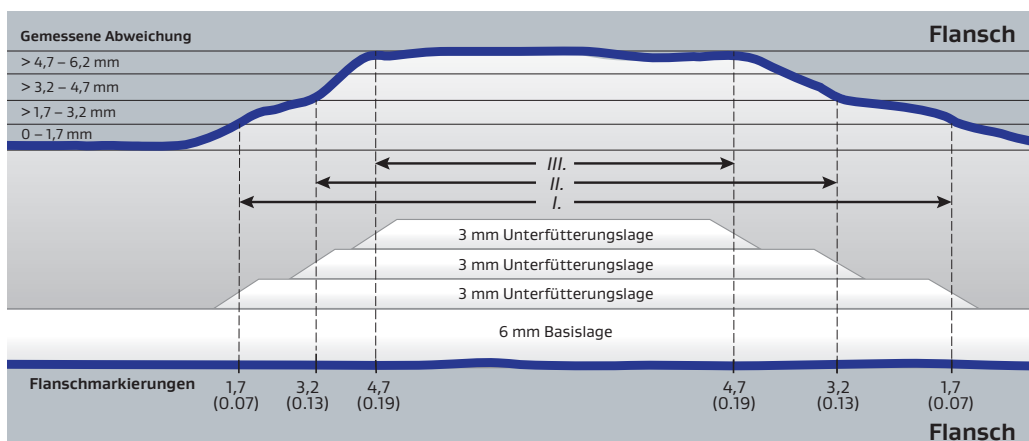

ABBILDUNG 6. Beispiel für Flanschunebenheiten bei einer 6 mm Basislage
Messen und markieren Sie Unebenheiten von  $\pm 0,1$  mm der Flanschoberfläche entlang des gesamten Flanschumfangs, um die Dichtungsdicke (Abschnitt 1.4) und die Notwendigkeit einer Unterfütterung (Abschnitt 1.5) zu bestimmen. Abbildung 6 zeigt ein Beispiel für die vollständige Markierung von Flanschunebenheiten und die entsprechende Unterfütterung.
Setzen Sie einen Abstandhalter zwischen die Flansche, damit sich die emaillierten Flächen nicht berühren, wenn Sie die Flanschunebenheiten messen. Der Abstandhalter muss aus einem flachen und gleichmäßig starken Material sein, das sich unter dem Gewicht des oberen Flansches nicht zusammendrückt und das gleichzeitig dünn/flexibel genug ist, um sich während der Messung den Unebenheiten des unteren Flansches anzupassen (beispielsweise eine Faserplatte). Schließen und richten Sie die Flansche über das Gerätegewicht und ohne zusätzliche Druckbelastung aus. Nutzen Sie für den gesamten Flanschumfang eine Fühlerlehre, um die Abweichungen zwischen dem oberen/abnehmbaren Flansch und dem nicht komprimierbaren Abstandhalter mit einer Genauigkeit von  $\pm 0,1$  mm zu messen. Eventuell müssen Sie den Abstandhalter mit der Fühlerlehre vorsichtig bewegen, sodass alle Flanschunebenheiten auf einer Seite des Abstandhalters gemessen werden können. Markieren Sie dabei auf dem festen/unteren Flansch alle Start- und Endpunkte, an denen die jeweils vorgeschriebene Fühlerlehre eingeschoben werden kann. Siehe erforderliche Werkzeuge für spezifische Anforderungen zu Fühlerlehren. Siehe Tabelle 2 und Abbildung 6 für zusätzliche Details, dargestellt für eine 6 mm dicke Basislage. Vergewissern Sie sich, dass Sie eine Referenzmarke auf beide Flansche setzen, damit diese bei Montage neu ausgerichtet werden können. Entfernen Sie den Abstandhalter.
Ausgehend von den Markierungen der in Abschnitt 1.2 gemessenen Flanschunebenheiten nehmen Sie das 3 mm GORE® Serie 1000 Unterfütterungsband für die nachfolgende Unterfütterung. Siehe Beispiele für Unebenheiten (I), (II) und (III) und entsprechende Flanschmarkierungen in Abbildung 6.
- Beginnen Sie mit der Unterfütterungsschicht, indem Sie das abgeschrägte Ende des Dichtungsbandes auf die vorherige Lage Dichtungsband auflegen, wobei die Schräge mittig auf der beginnenden Unebenheitsmarkierung auf dem Flansch liegt. Siehe Abbildung 6.
- Schrägen Sie das zweite Ende der bereits aufgebraute Unterfütterungsschicht wie in Abschnitt 2.3 beschrieben ab, wobei die Schräge mittig auf der Endmarkierung der Unebenheit des Flansches liegt. Siehe Abbildung 6. Vergewissern Sie sich, dass Sie überschüssiges Unterfütterungsband über die Außenseite des Schrägschnitts hinaus entfernen.